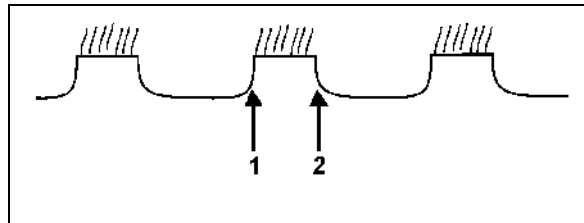

Bild 21
- (Bild 21): Förskjut första tallriksraden åt höger och kontrollera igen.